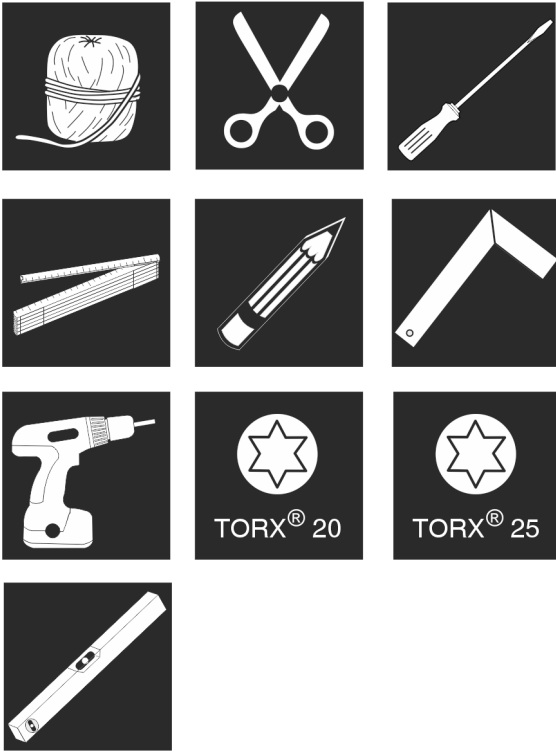

Fig. 20
1. Aletleri hazır bulundurun. Fig. 20 ()